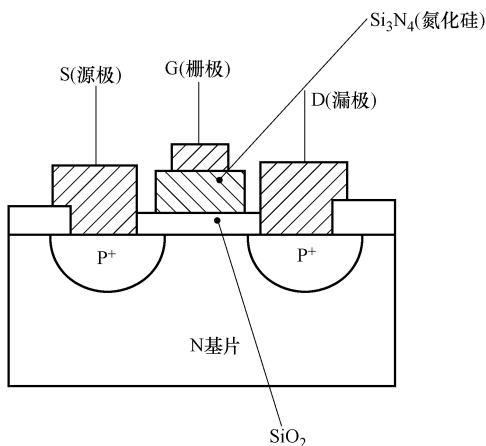

图 16-40 加电就可改变阈值电压的 P 沟道 MOS 器件结构示意图
2) 基本存储单元。EAROM 的基本存储单元是一种通过加电就可改变阈值电压的 P 沟道 MOS 器件, 如图 16-40 所示是这种器件结构示意图, 称为 MNOS 存储单元结构。